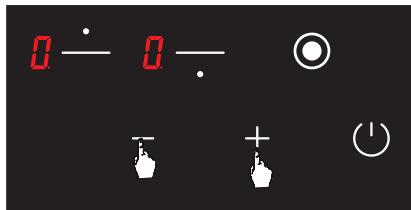

Рис. 7
3. Уровень мощности соответствующей конфорки можно установить от  до 9 с помощью кнопок  и  или между 9 -  в соответствии с дополнительными функциями варочной панели (см. Рис. 7).